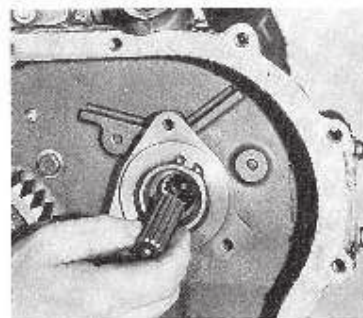

Fig. J5.
NOTA : Le moyeu cannelé ne peut être retiré que sur les pompes à injection à régulateur mécanique (Fig. J5).
- Aligner le repère de l'adaptateur sur celui du pignon (Fig. J5).